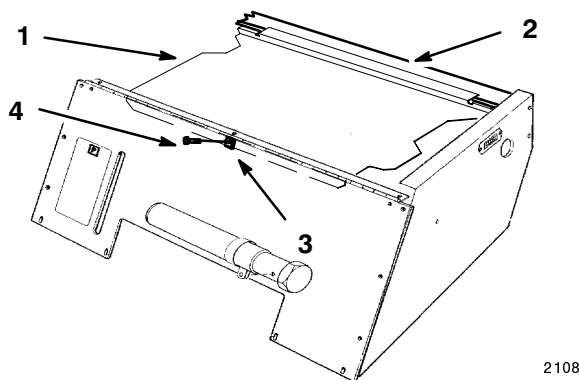

Figure 14
1. Soulevez le siège et enlevez le boulon central (Fig. 14).
2. Dégagez le protège-courroie du rebord arrière de sécurité à l'arrière de l'ouverture (Fig. 14).
3. Déposez le protège-courroie (Fig. 14).
2. Engagez le rebord arrière du protège-courroie dans l'arrière de l'ouverture (Fig. 14).
3. Vissez le boulon central dans l'écrou et le protège-courroie (Fig. 14).